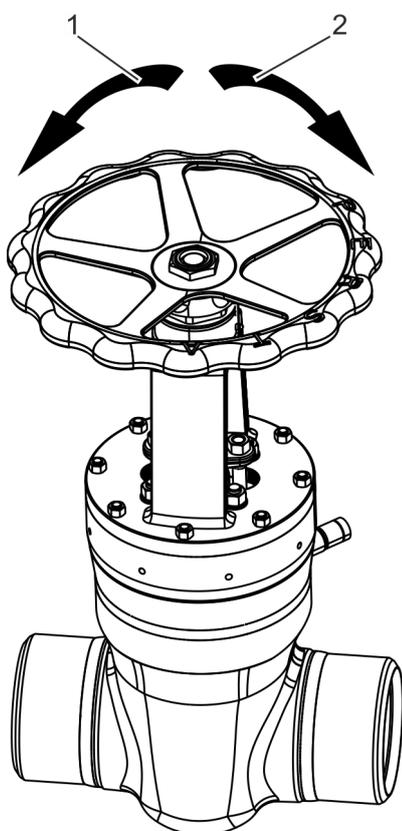

Fig. 17: Vanne : Vue de dessus
1. ➤ Ouvrir complètement la vanne en tournant le volant dans le sens anti-horaire (Fig. 17/1).
2. ➤ Fermer complètement la vanne en tournant le volant dans le sens horaire (Fig. 17/2).